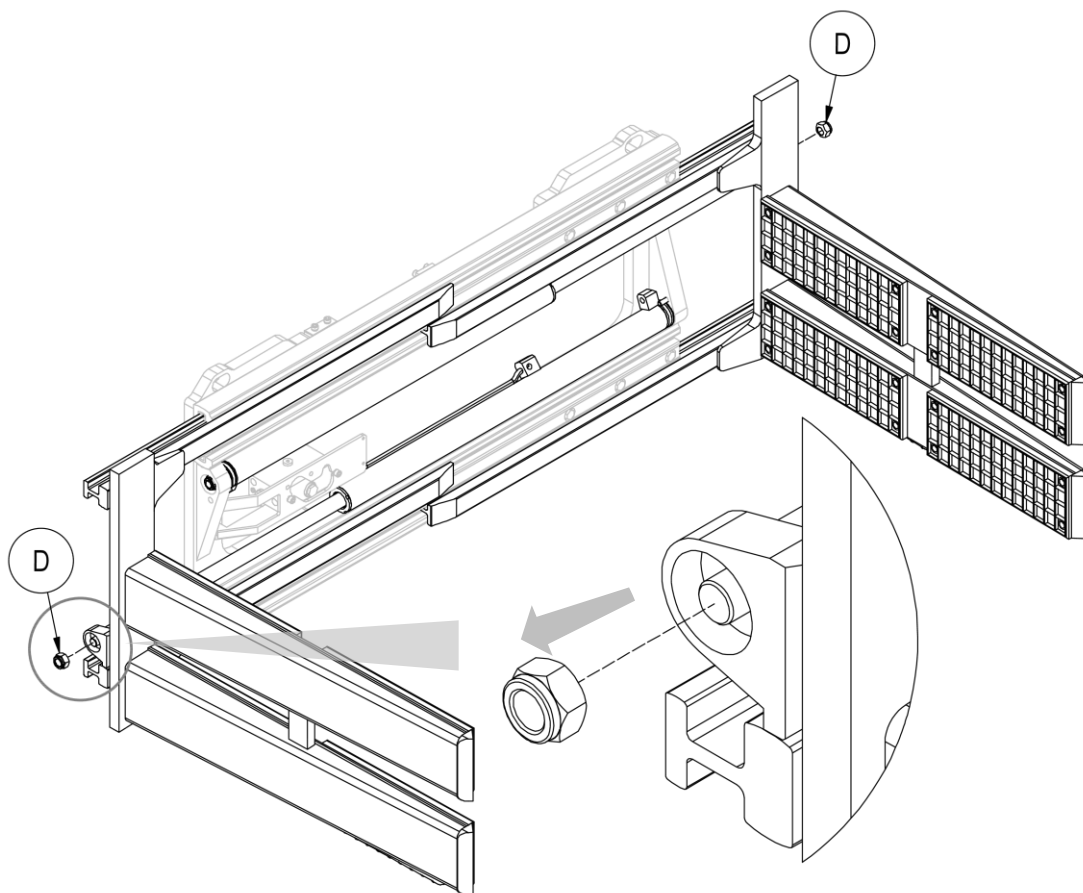

Abbildung 36
3. Schrauben Sie die Muttern D, mit denen die Zylinder an den Gabelzinken befestigt sind, ab (siehe *Abbildung 36*).